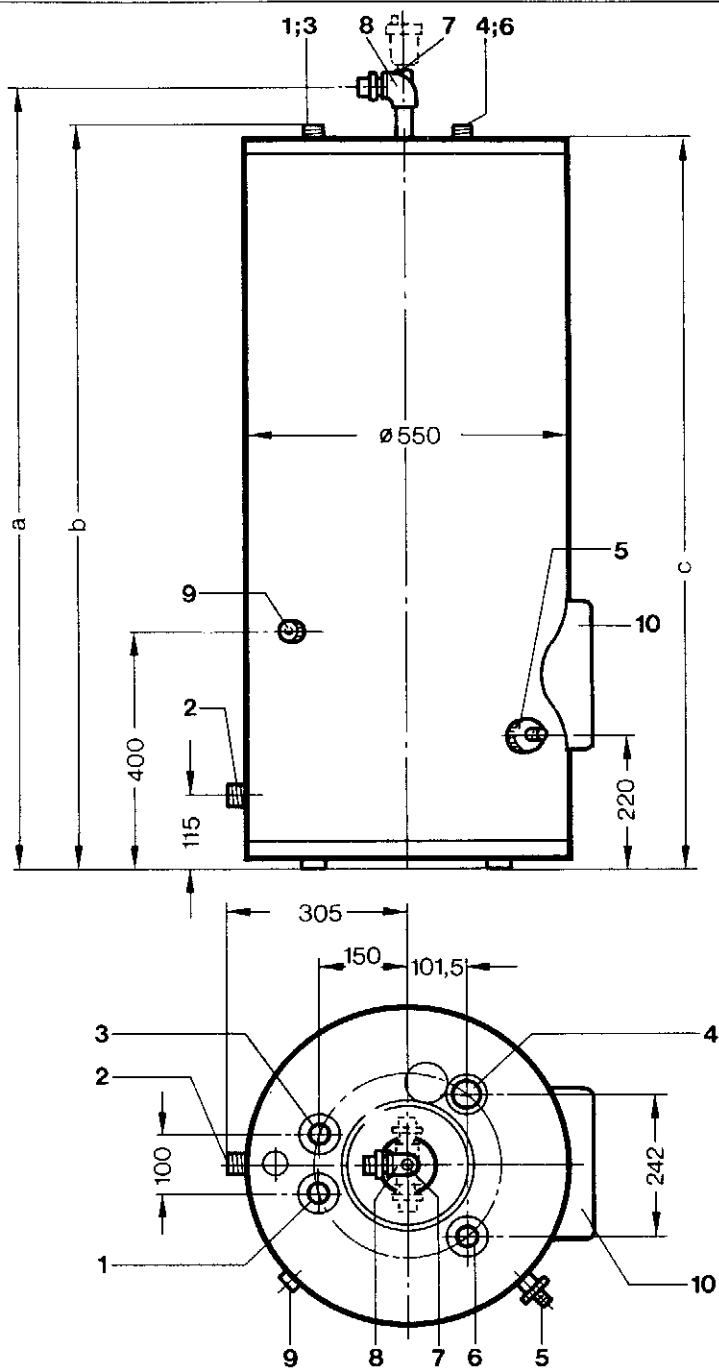

Рис. 1
● Подключить подающий трубопровод котла и обратную линию к аккумулятору. Соединения см. рис. 1. Схема отопительного контура 7 показана на стр. 5.
- Для системы отопления - через соединения подающей линии котла. Выпустить воздух из системы через винты для выпуска воздуха (6) и (9), см. рис. 1, стр. 3.